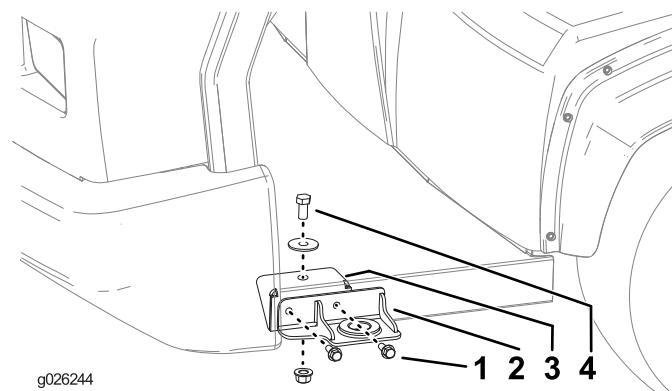

Figura 22
3. Instale los soportes delanteros internos y externos en cada lado de la máquina, según se muestra en Figura 22, usando 2 pernos (3/8 pulgada), 2 tuercas (3/8 pulgada), 1 perno (1/2 pulgada), una arandela y una tuerca (1/2 pulgada).